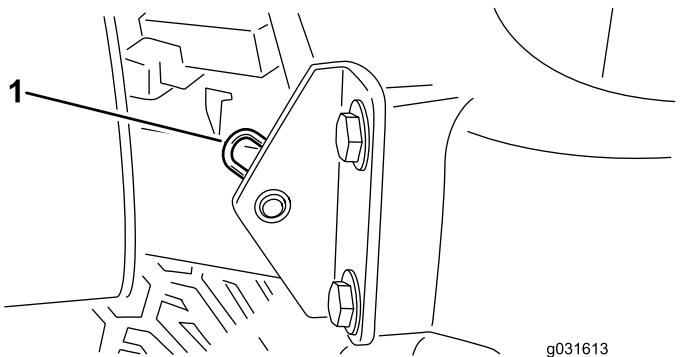

Figura 77
2. Retire el pasador que fija el pivote del capó a los soportes (Figura 77).